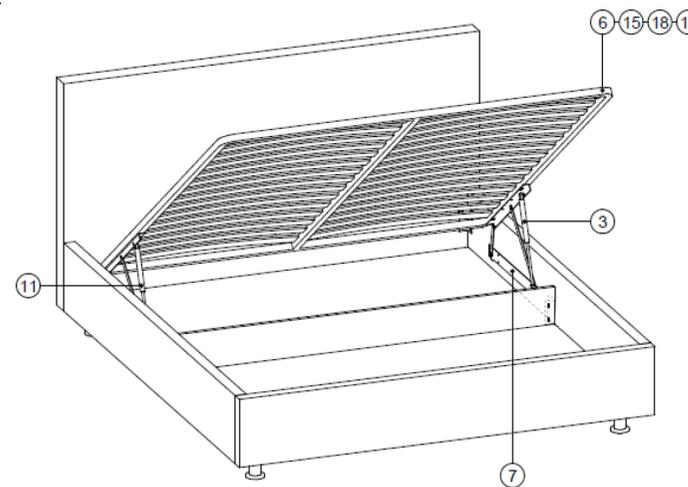

Рис. 5
Закрепите металлическую раму ортопедического основания (6) к правому и левому подъемным механизмам (7), установленным на боковых царгах (2), с помощью болтов М6×50 (18) и гаек М6 (19) через шайбы М6 (15) (см. рис.5)
Установите два газовых амортизатора (8) в левый и правый подъемные механизмы (7), (см. рис.5)